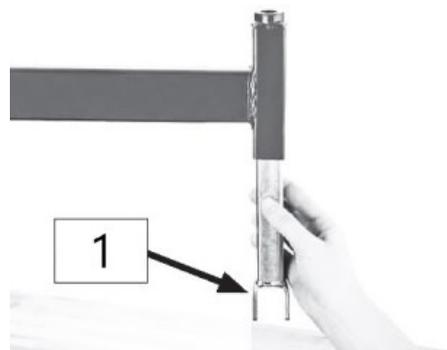

Fig. 5 – Insertion du logement de cylindre dans le cadre
2. Retournez le cadre et insérez le logement de cylindre inférieur dans le cadre (voir fig. 5).